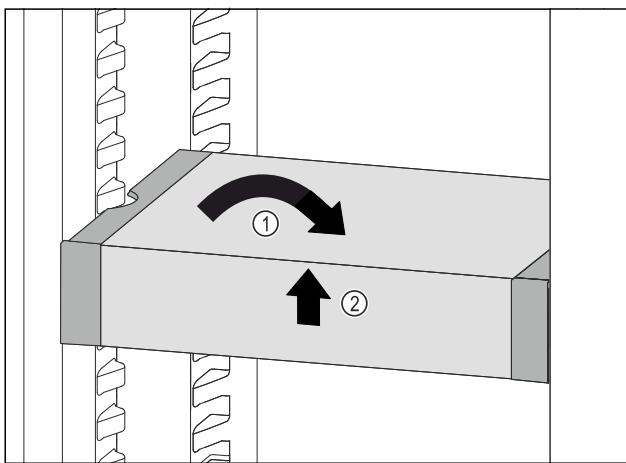

Fig. 88
- Установите VarioSafe прямо. Fig. 88 (1)
► Приподнимите VarioSafe спереди. Fig. 88 (2)